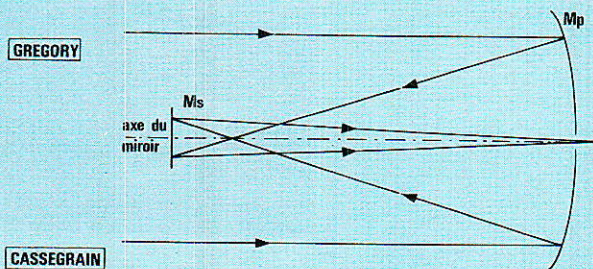

Figure 2 : Système Grégori : le miroir (réflecteur) principal est du type parabolique et le miroir secondaire elliptique.
- Le miroir principal doit être parabolique et le miroir secondaire elliptique pour le système Gregory (figure 2).